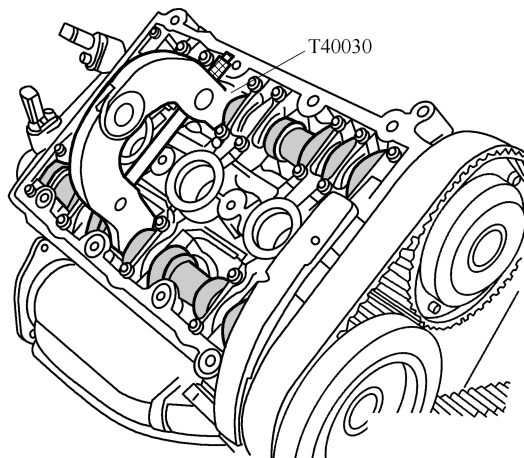

图 1-3-42 将夹具 T40030 装到右侧气缸盖凸轮轴上
(10) 如图 1-3-42 所示, 将夹具 T40030 装到右侧气缸盖凸轮轴上。来回略微转动曲轴, 使得夹具 T40030 的卡槽可以正确卡到凸轮轴上。用螺杆(拧紧力矩最大 $10\text{N} \cdot \text{m}$)张开夹具 T40030, 直至其无间隙地装入。以同样的方式将夹具 T40030 安装到左侧气缸盖上。